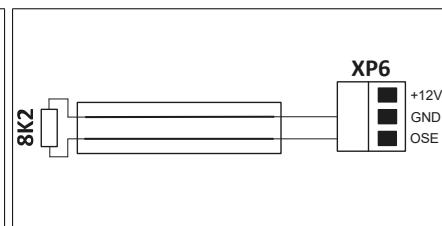

Рисунок 7 – Резистивная кромка безопасности (8K2)
- ON – кромка безопасности резистивная 8,2kΩm (Рисунок 7)